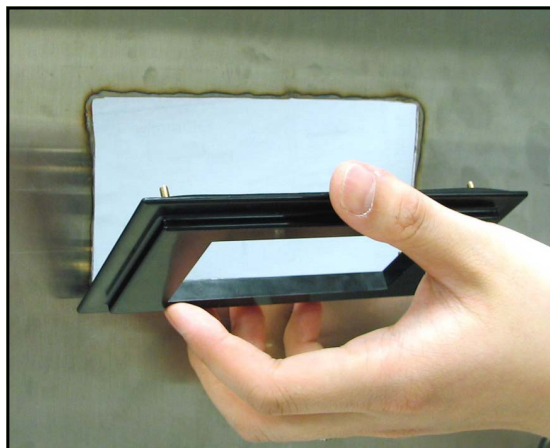

Рис. 17: Установка переходной пластины
2. Установите переходную пластину в вырез панели (стр. Рис. 17).